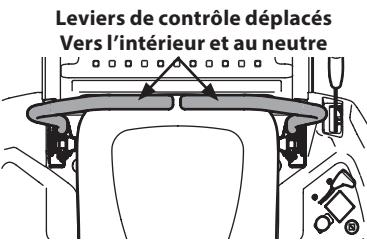

Figure 22
2. Déplacez les leviers de contrôle droit et gauche au neutre, ce qui désactive également le frein de stationnement. Consultez la Figure 22.